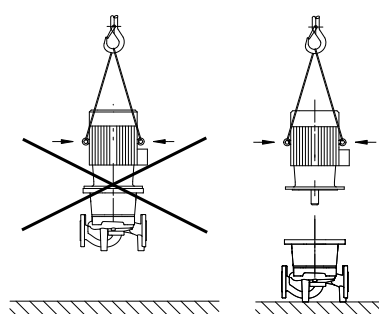

Fig. 20: Transport af motoren
- Løfteringe på motoren må kun anvendes til at bære motorlasten og ikke til at bære hele pumpen (Fig. 20).